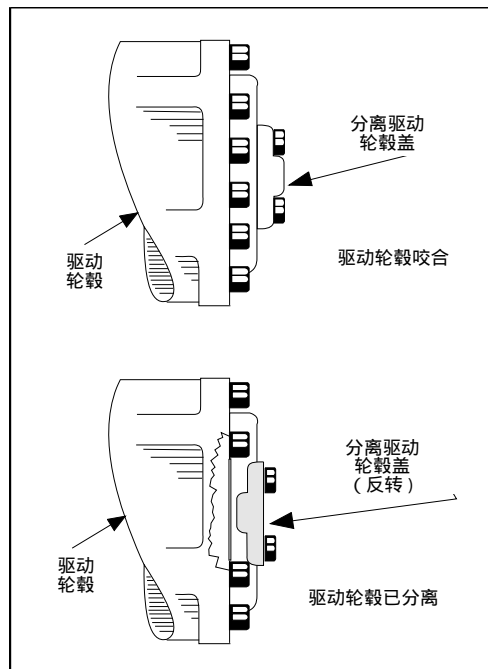

图 4-4. 分离驱动轮毂
3. 反向旋转驱动轮毂盖以分离驱动轮毂。参见图 4-4，分离驱动轮毂。